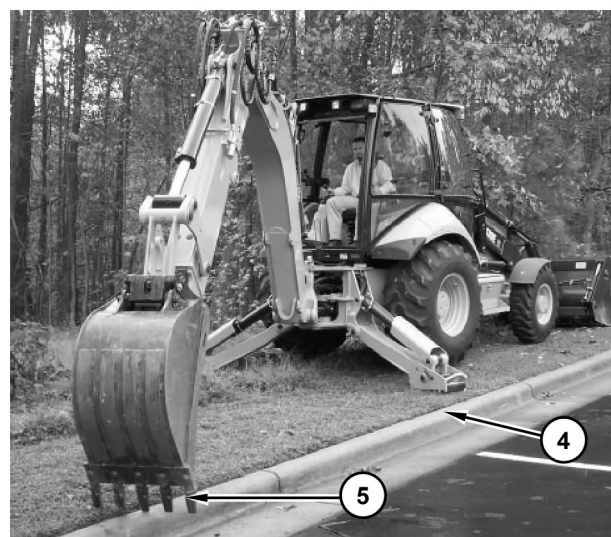

Ilustración 116
4. Mueva el cucharón a la posición deseada como “Objetivo”. Vea la Ilustración 116. Oprima “OK” para entrar en la pantalla “Cut” (Corte). Configure la profundidad de corte deseada. Vea la Ilustración 117.